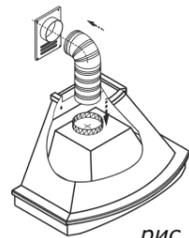

рис. 7
6.4 В зависимости от режима эксплуатации кухонной вытяжки соедините вентилятор с вентиляционной решеткой полужестким воздуховодом (рис. 7) или установите на вентилятор угольные фильтры. Угольные фильтры устанавливаются на защитные решетки корпуса вентилятора (рис. 7А)
рис. 7а